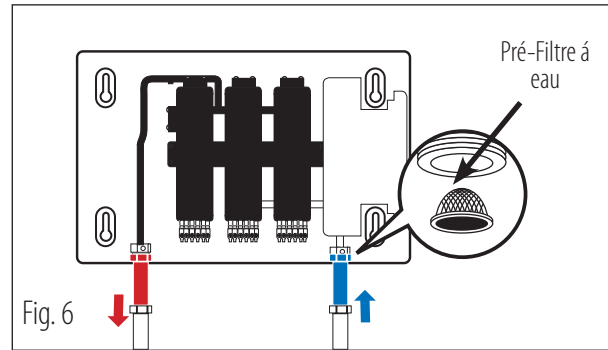

Fig. 6
- Assurez-vous que l'unité comprend le préfiltre à eau (fig.6)